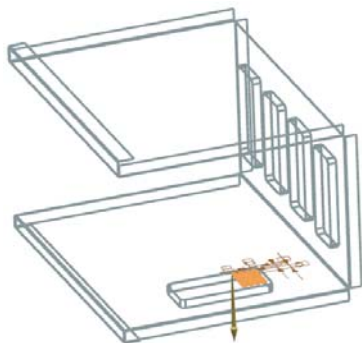

图 11-217 预览所创建的法向除料特征
(4) 预览所创建的法向除料特征, 如图 11-217 所示。